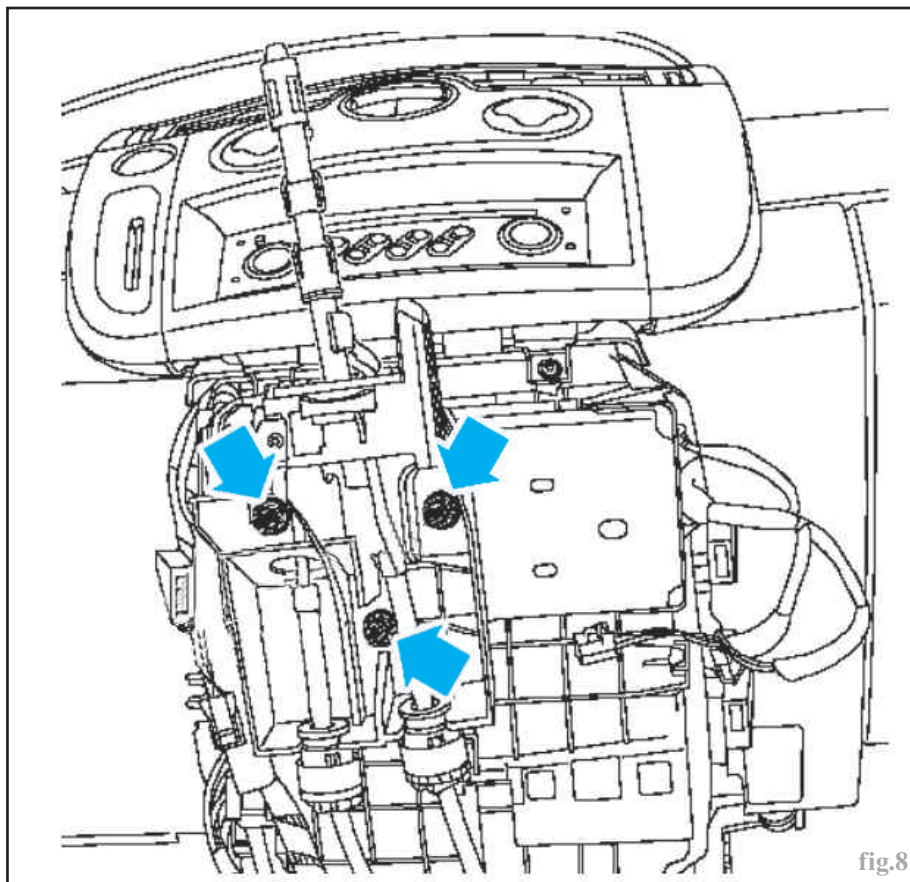

fig.8
- les trois vis de fixation du boîtier de commande (fig.8).